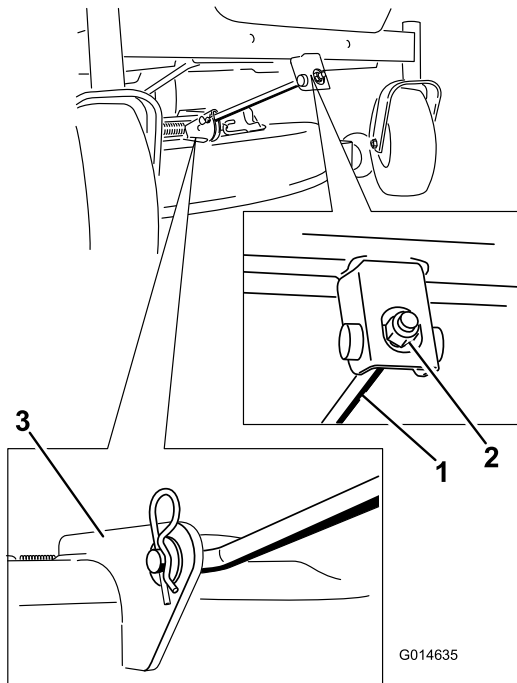

Figura 56
4. Retire el pasador de horquilla de la varilla de soporte delantera y retire la varilla del soporte de la carcasa (Figura 56). Baje cuidadosamente la parte delantera de la carcasa de corte al suelo.
6. Conecte la varilla de soporte delantera a la carcasa de corte con el pasador y la chaveta (Figura 56).